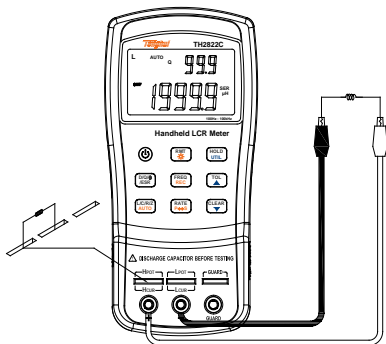
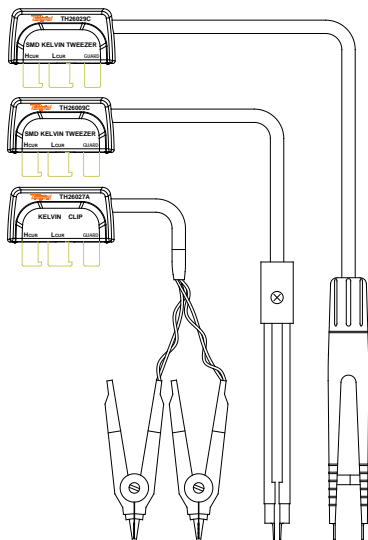
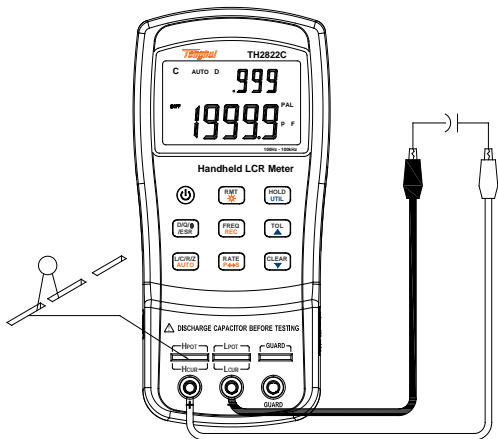

图12 – 电感测量
图13 - 四端测试附件
图 14- 电容测量
3. 将电感插入测试槽，或选用合适的测试附件（橡胶插头-鳄鱼夹，测试夹或**SMD测试钳**等）接入被测电感。如图11，图12为可选用的四端测试附件。
3. 将电容插入测试槽，或选用合适的测试附件（橡胶插头-鄂鱼夹，测试夹或SMD测试钳等）接入被测电容。如图13，图12为可选用的四端测试附件。
3. 将电阻插入测试槽，或选用合适的测试附件（橡胶插头-鄂鱼夹，测试夹或SMD测试钳等）接入被测电感。如图14，图12为可选用的四端测试附件。
3. 将阻抗元件（电阻，电容，电感）插入测试槽，或选用合适的测试附件（橡胶插头-鄂鱼夹，测试夹或SMD测试钳等，如图12）接入被测电感。